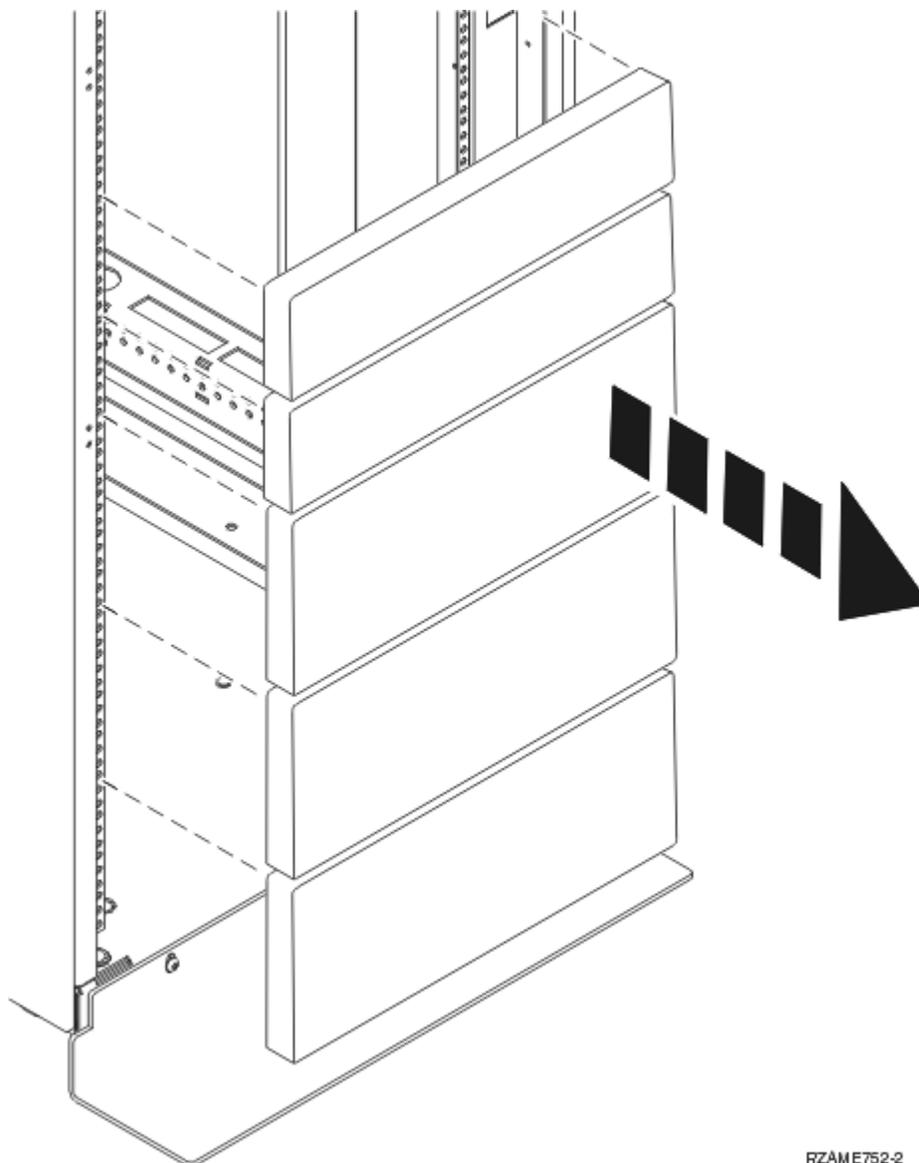

Figure 1. Retrait des panneaux obturateurs
3. Retirez si nécessaire les panneaux obturateurs pour permettre l'accès au boîtier de l'armoire dans laquelle vous prévoyez de placer l'unité, comme indiqué à la Figure 1, à la page 6.